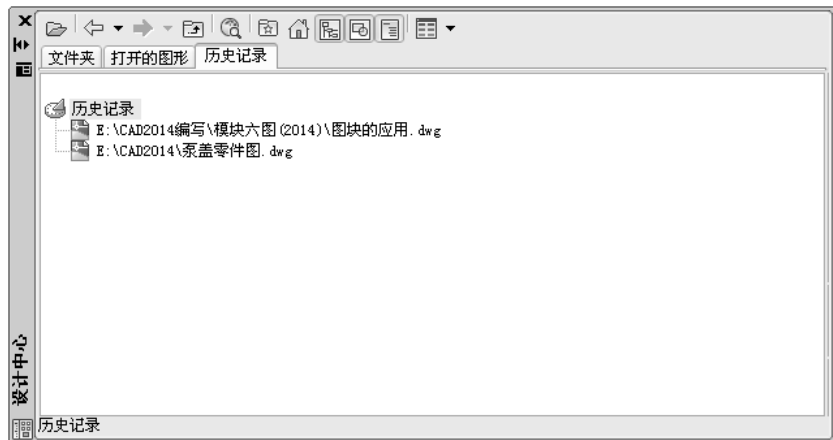

图 6-60 “历史记录”选项卡
③ “历史记录”选项卡：列出最近 2 个通过设计中心访问过的图形文件列表，如图 6-60 所示。双击列表中的某个图形文件，可以在“文件夹”选项卡中的树状视图中定位此图形文件并将其内容加载到内容区中。